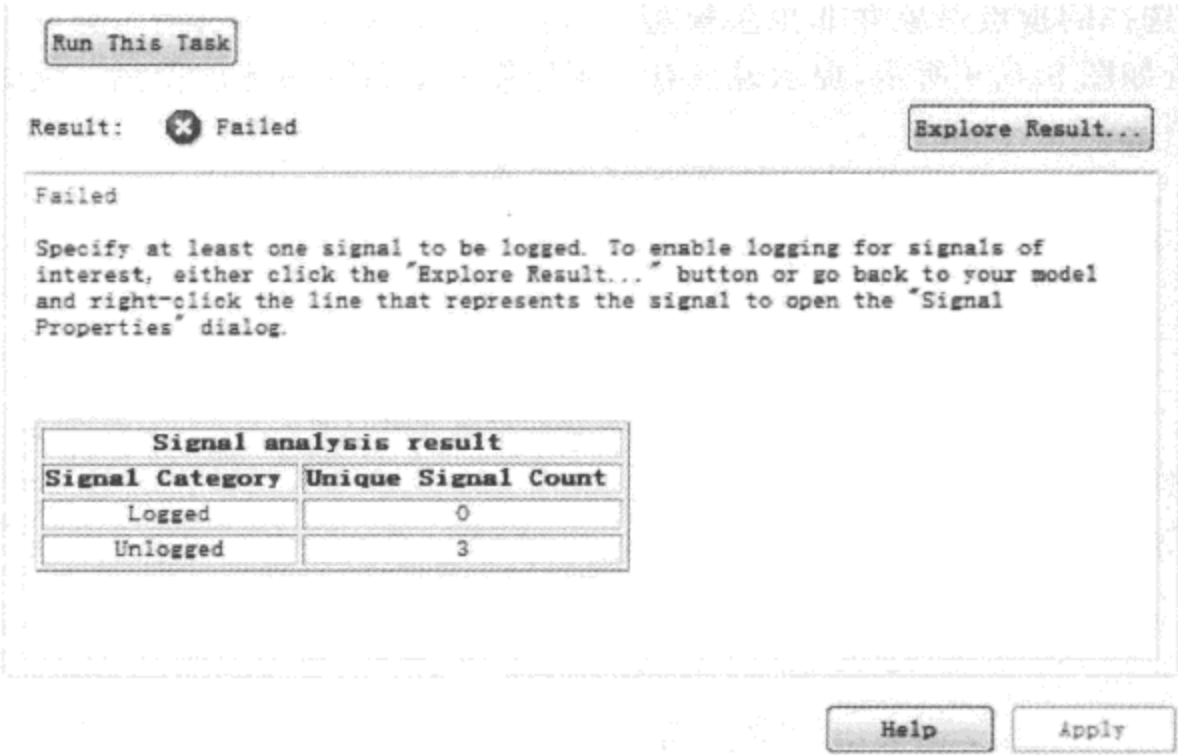

图 9.6.5 设置信号记录任务界面
(2) 任务执行到 set up signal logging 时，再次出现错误，如图 9.6.5 所示。右边页面显示执行任务失败的原因为至少需要指定一个信号的数据被记录。